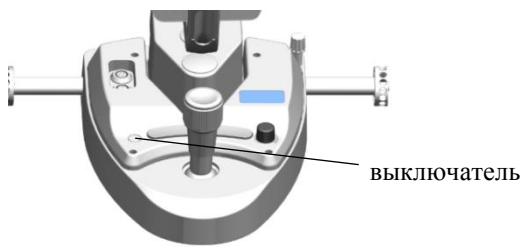

Рис. 18.14
- ⑥ После завершения проверки нажмите и удерживайте выключатель питания в течение 3 секунд, чтобы выключить питание, и накройте прибор защитный чехлом (рис. 18.14).